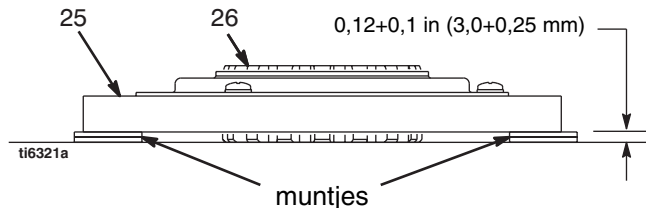

Afb. 7
8. Afb. 7. Houd tijdens het verwijderen de motoras vast met een moersleutel of klem een wig tussen het koppelingsanker (25) en het koppelingshuis (19).
9. Verwijder de vier schroeven (23) en borgringen (24).